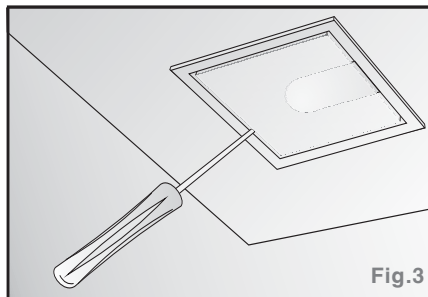

Fig.3
- Retire a lente de vidro da luminária com cuidado, usando a ponta de uma chave de fenda (**fig.3**).